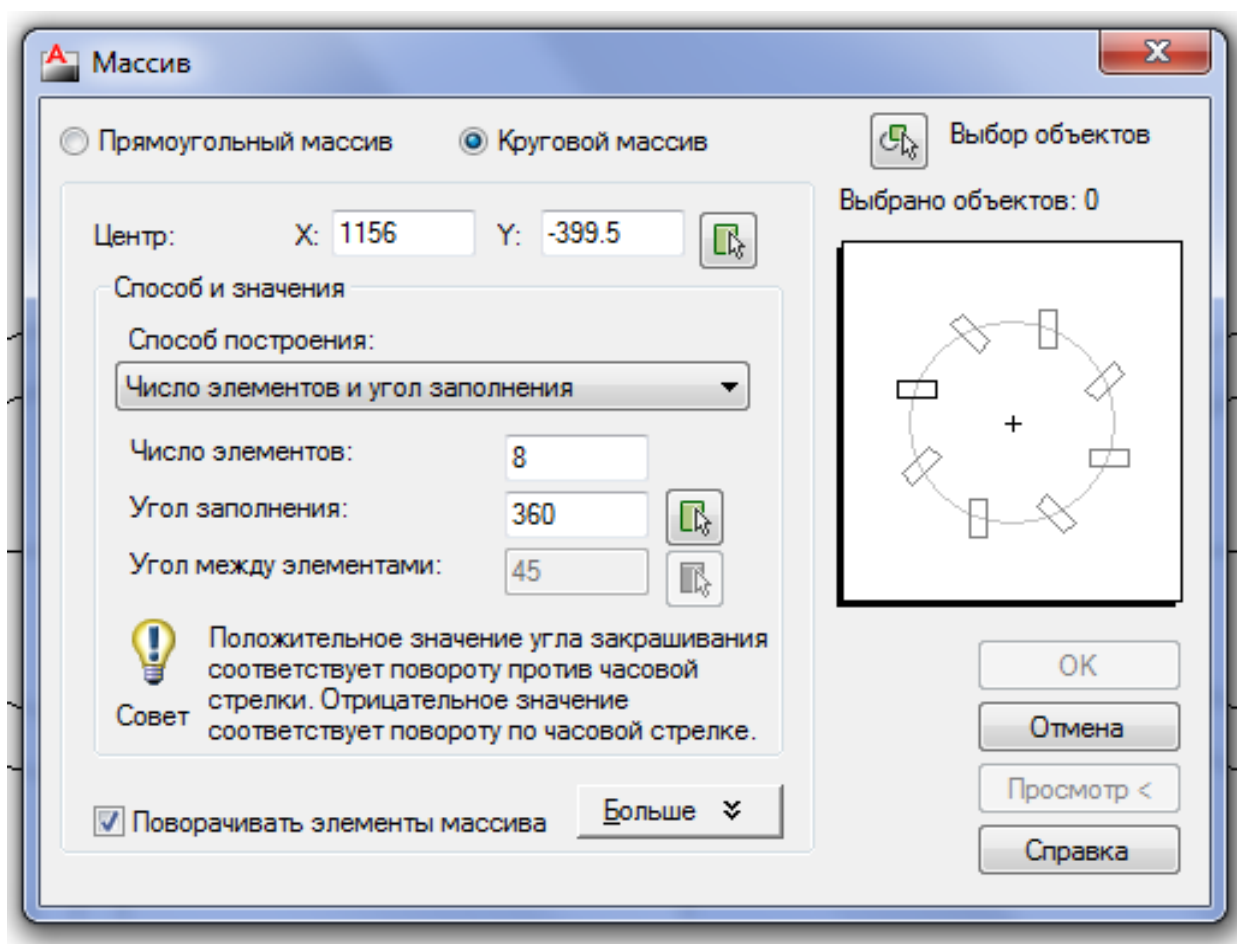

Рис.12
- Загрузить команду «Массив...» - появится окно команды (рис.12), в котором необходимо включить кнопку «Круговой массив», указать центр массива, число элементов, угол заполнения, затем включить кнопку «Выбор объектов» и, указав две короткие линии ширины зуба, нажать кнопку «ОК» (рис.11.в);